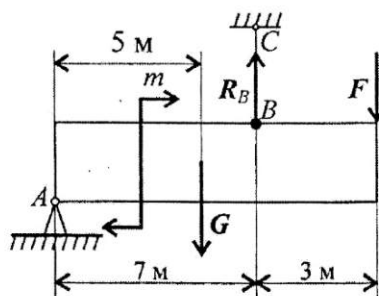

Рис. 26
**Пример 2.** Однородная жесткая плита с силой тяжести 10 кН, нагруженная силой  $F = 4,5$  кН и моментом  $m = 3$  кН·м, оперта в точке  $A$  и подвешена на стержне  $BC$  (рис. 26). Подобрать сечение стержня в виде швеллера и определить его удлинение, если длина стержня 1 м, материал — сталь, предел текучести 570 МПа, запас прочности для материала 1,5.